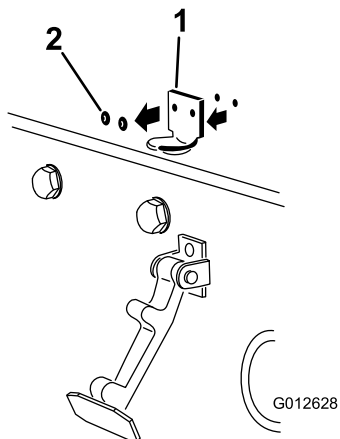

Рисунок 3
2. Удалите две заклепки, крепящие кронштейн защелки капота к капоту (Рисунок 3). Снимите кронштейн фиксатора капота с капота.